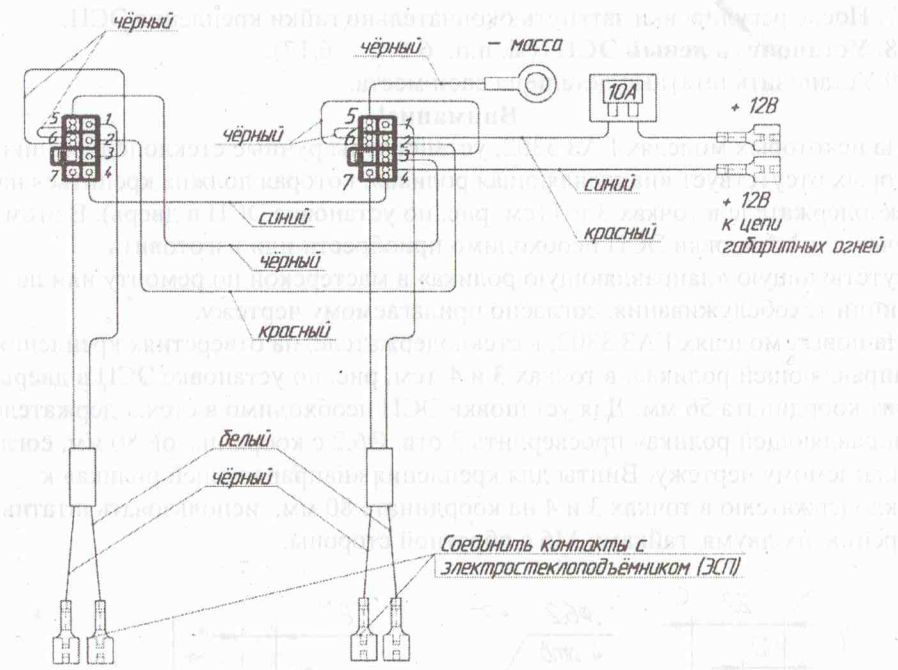

Рис. 3. Схема подключения электростеклоподъёмников к бортовой сети автомобиля.
Контакты на другом конце провода соединить с электродвигателем ЭСП (см. рис. 3). При необходимости изменения размеров провода использовать провода с сечением не менее 0,75 кв. мм. Кабельный ввод закрепить в стойке двери.
- 6.10. Выполнить соединения проводов питания и подсветки в соответствии со схемой подключения ЭСП (см. рис.3).